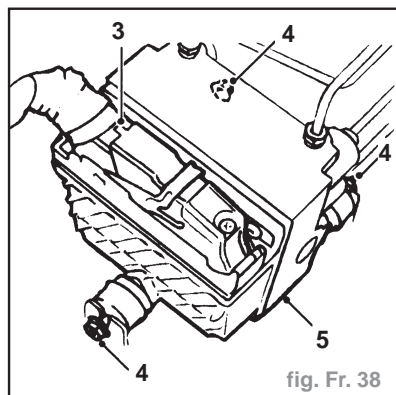
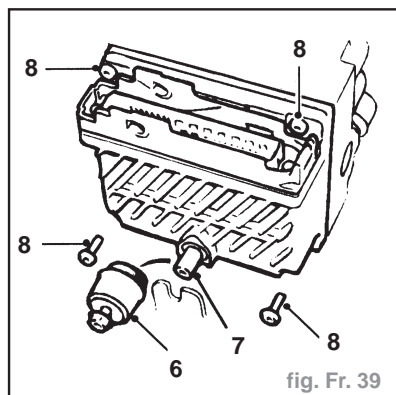

fig. Fr. 38
fig. Fr. 39
- Soulever l'attache (3) et débrancher la fiche multibroches de l'ECU ABS (fig. Fr. 38).
- Desserrer 3 écrous (4) maintenant le modulateur ABS et l'ECU sur le support de fixation.
- Dégager le modulateur ABS et l'ECU (5) du support de fixation.
- Enlever la fixation en caoutchouc (6) de la broche de l'ECU (fig. Fr. 39).
- Enlever la broche de fixation (7) de l'ECU à l'aide d'un adaptateur TX30.
- Enlever 4 vis TX25 (8) maintenant l'ECU sur le modulateur.